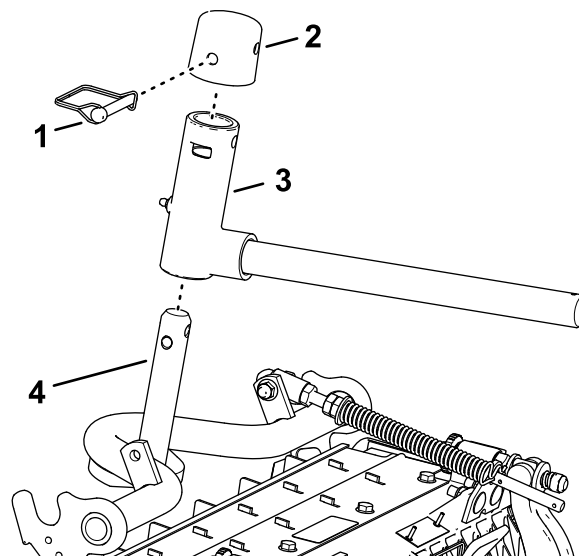

Рисунок 20
- Установите поворотную втулку на вал несущей рамы (Рисунок 20).